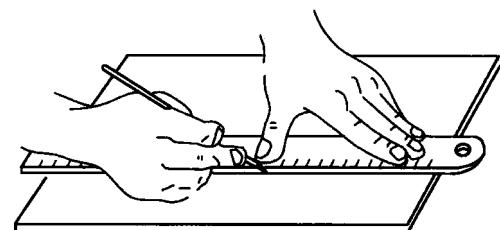

图 1-6 钢直尺用作划线的导向工具
(3) 用作划线的导向工具 划线时，划针尖靠住金属直尺划线，如图 1-6 所示，金属直尺起划线导向作用。